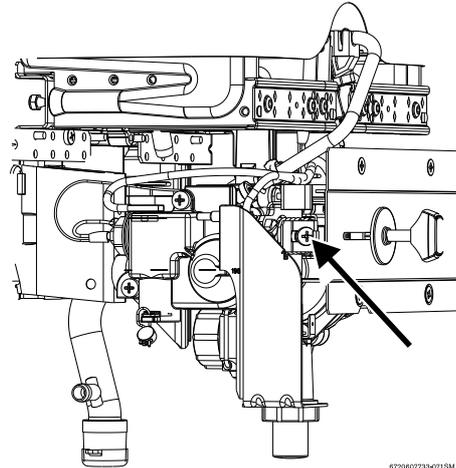

Bild 7 Einstellschraube min. Gasmenge
- ▶ Mit der Einstellschraube (Bild 7) den Druck gemäß Tabelle 2 einstellen.